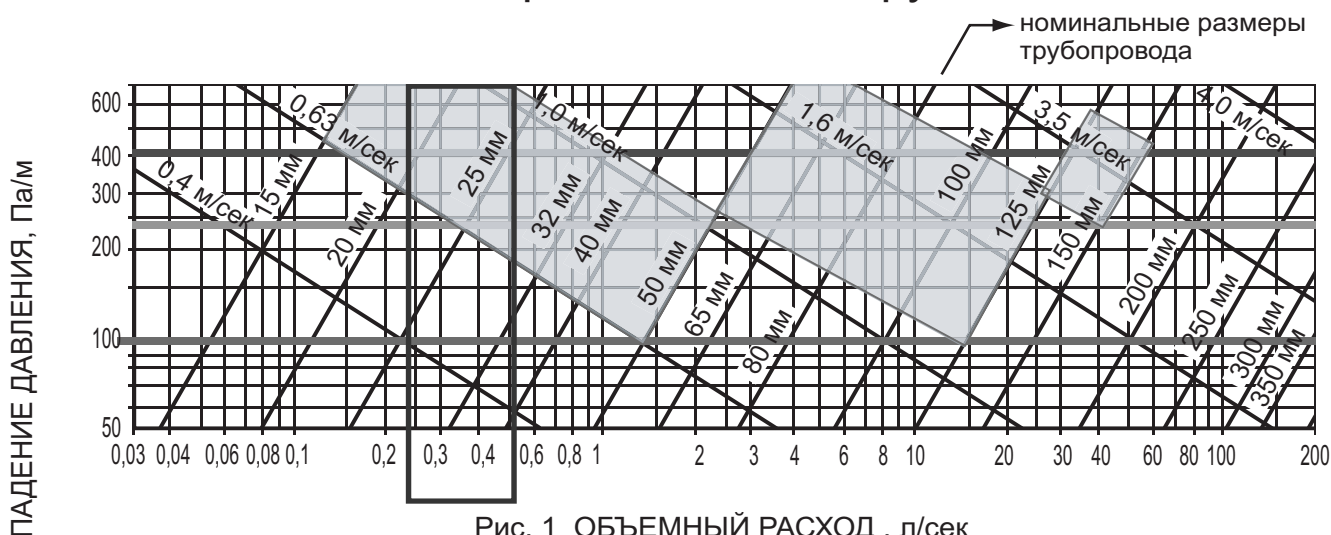

Рис. 1 ОБЪЕМНЫЙ РАСХОД , л/сек
На основании формулы Дарси, для труб составлены таблицы трение / поток (напр. Рис.1).
- с помощью диаграммы потерь на трение (Рис. 1), диаметр определяется исходя из следующих данных: